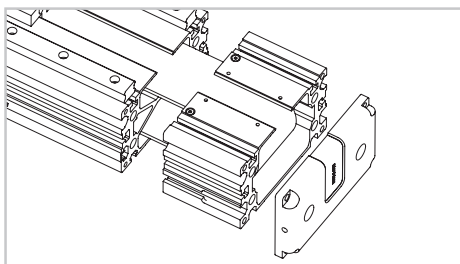

Fig. 12
- 13) Sortir la tête folle et retirer la poulie (Fig. 12).